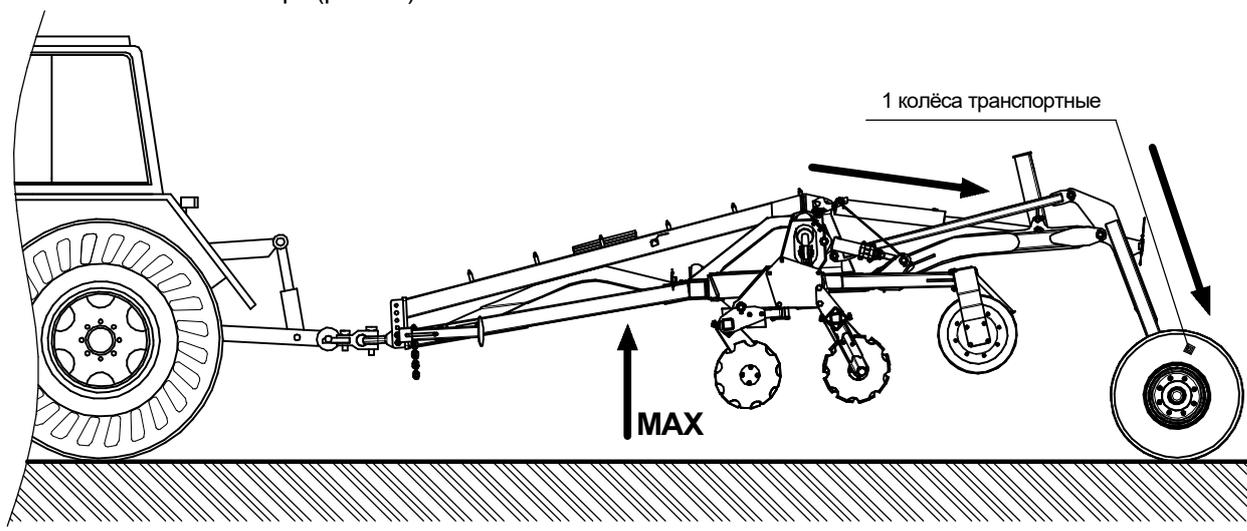

Рис.1.8-Поднятие агрегата максимально вверх ДПМ "Универсал" / "Универсал Т" (вид сбоку)
1. С помощью рычагов управления гидравлики транспортных колёс поднимите весь агрегат максимально вверх (рис. 1.8).